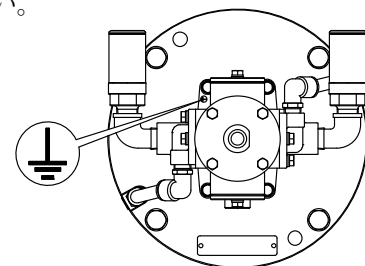

Fig.4 アース設置箇所
- 1) ポンプを設置するときには必ず指定箇所からアースを設置してください。(Fig.4)
プランジャーの動きで下降工程のほうが速い場合、フートバルブのシート不良 (シート部の摩耗、異物の混入)、パッキン類の破損、プランジャーロッドの曲がり [図 4]
下ポンプの部品接続からの材料漏れ (部品接続部の緩み、またはナット(627054)の締付けが均等でない。座金(701494,701506)の破損) [図 4]